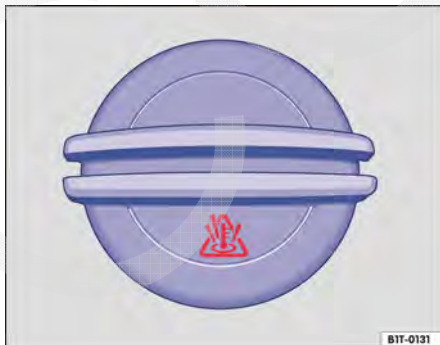

Fig. 301 No compartimento do motor: tampa do reservatório do líquido de arrefecimento do motor.
- O reservatório de expansão do líquido de arrefecimento pode ser reconhecido pelo símbolo  na tampa → Fig. 301.